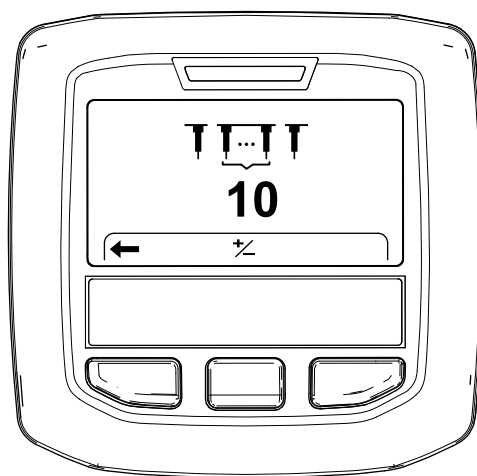

图 50
6. 按右侧 InfoCenter 信息中心按钮可显示“设置打孔针数量”屏幕图 50。